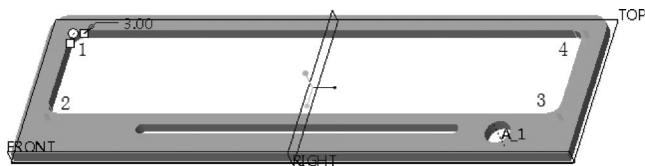

图 12-37 选择 4 条边线
- 3) 结合〈Ctrl〉键选择图 12-37 所示的 4 条边线。